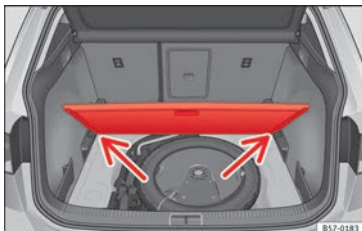

Fig. 170 Piano variabile del bagagliaio: posizione inclinata.
- Appoggiare il piano sugli appositi alloggiamenti » **fig. 170** (freccie).